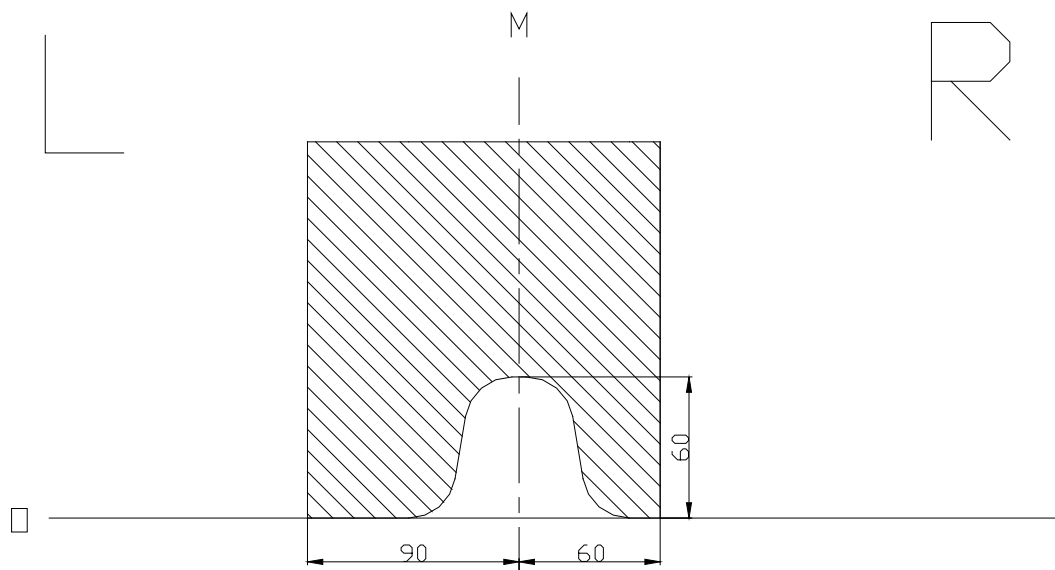

Fig. 2
- 6) Maak in de onderzijde van de bumper een insnijding volgens bijgeleverde tekening (fig.2).
- 6) Faire une découpe au côté inférieur du pare-chocs selon le dessin ci-joint (fig.2).
- 6) Make an incision at the bottom of the bumper according to drawing enclosed (fig.2).
- 6) In Unterseite von Stoßstange einen Einschnitt machen zufolge beigefügter Zeichnung (fig.2).